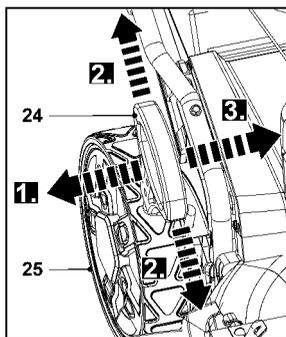

Рис. 20
1. Установите рычаг регулировки высоты кошения (25) выше второго нижнего положения (рис. 20).
1. Потяните рычаг регулировки высоты кошения (24) в направлении заднего колеса (25) (рис. 20, шаг 1), затем переместите его вперед или назад на нужную высоту кошения (рис. 20, шаг 2).
2. Отпустите рычаг (24) и убедитесь, что он правильно зафиксирован (рис. 20, шаг 3).